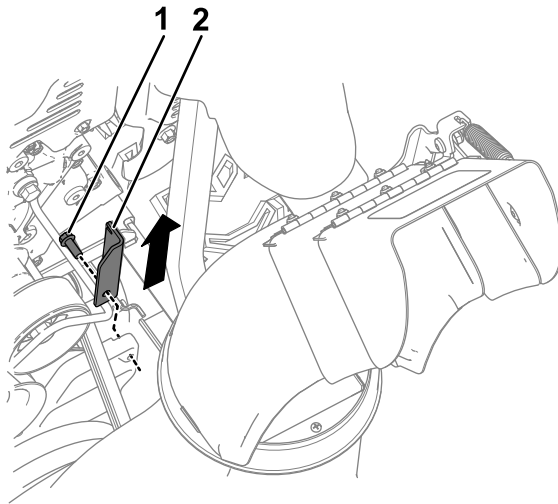

Figura 3
4. Rimuovete la piastra di trazione esistente dalla piastra della ruota di frizione rimuovendo il bullone che la tiene in sede (Figura 3).